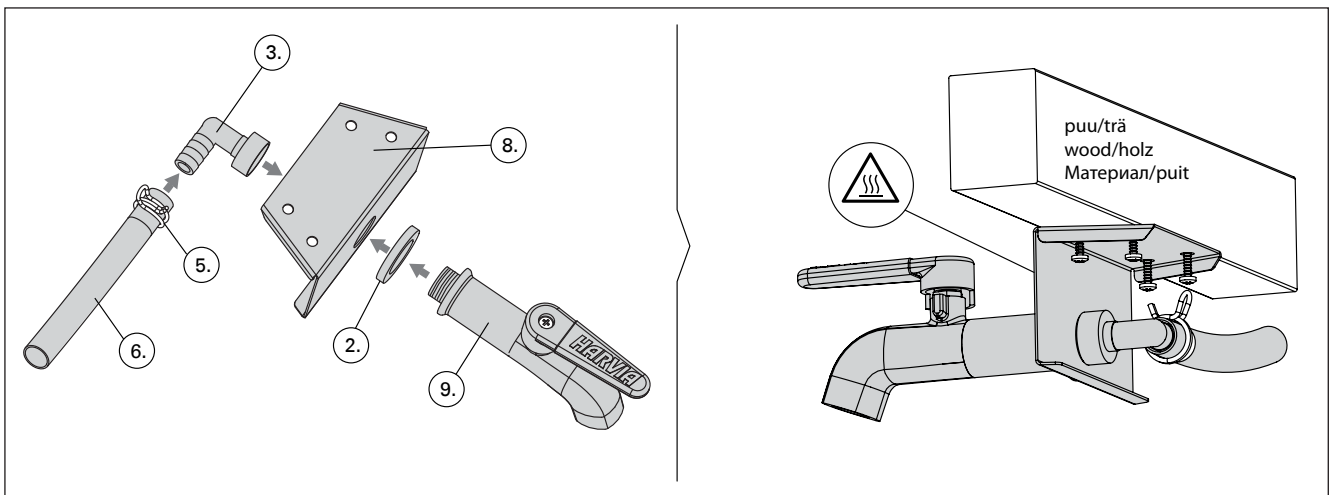

Рисунок 4.
- В. Под деревянную часть с помощью крепления для крана (рисунок 4).